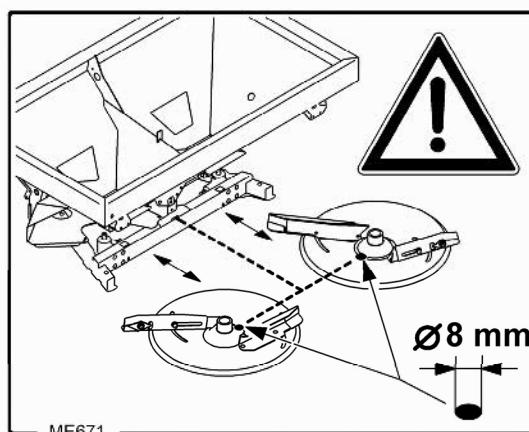

Рис. 46
2. Распределяющий диск проверните таким образом, чтобы отверстие диска $\varnothing 8$ мм (Рис. 46) было направлено к центру машины.